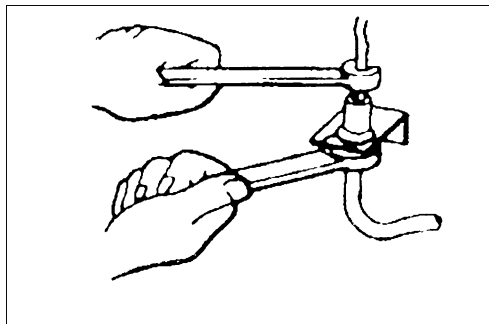

图 3-7 拆下制动助力器
① 如图 3-7 所示，拆下制动助力器。
② 固定住离合器软管侧的螺母，拧松离合器管的联接螺母。
- ① 检查主缸或离合器软管是否漏油。
- ② 检查离合器软管或管有无断裂或堵塞。